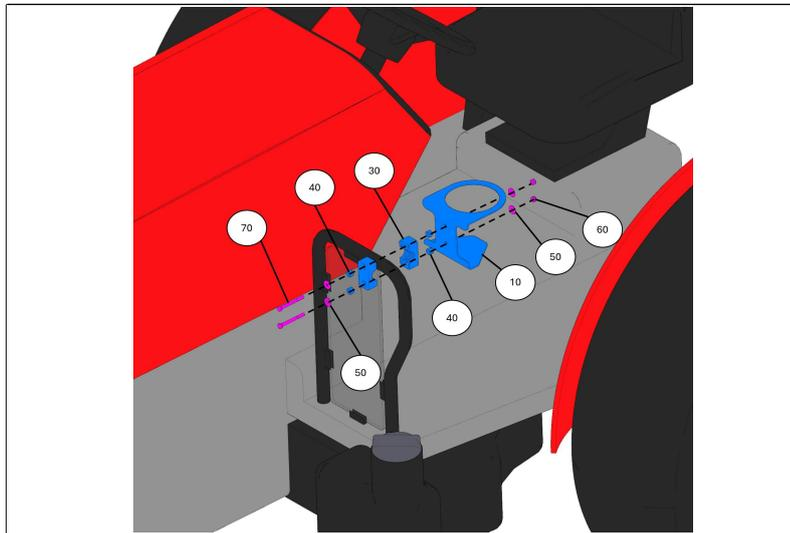

Fig. 1
1. Installer le support du porte-gobelet sur le tube horizontal comme indiqué. Voir la figure 1.